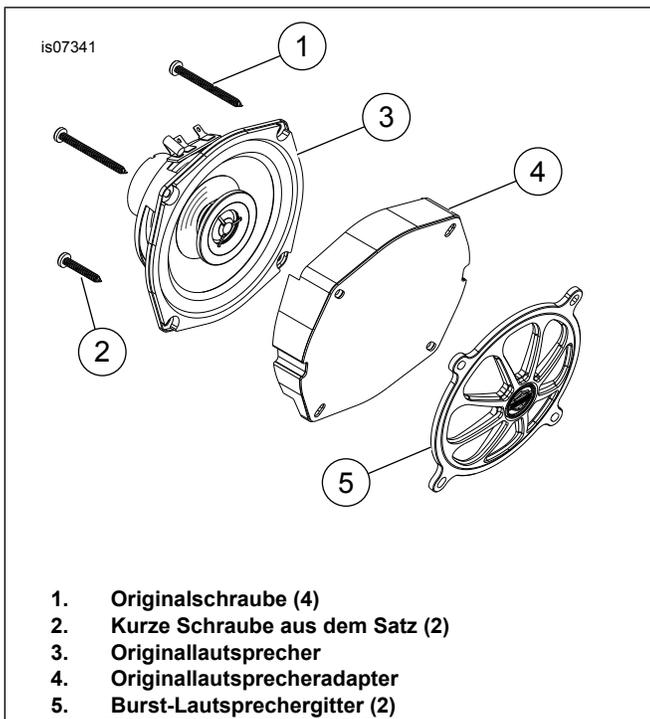

Abbildung 1. Einbau des Originallautsprechers (linke Seite dargestellt)
4. **Für Modelle mit Originallautsprechern:** Die Lautsprecherschrauben (Abbildung 1, Teil 1) für den Einbau aufheben.
1. Siehe Abbildung 1. Das Burst-Lautsprechergitter (5) auf die Adapterstirnfläche (4) setzen, wobei die dickere Kante des Adapters wie dargestellt platziert wird.
2. Den Lautsprecher (3) wie dargestellt an der hinteren Seite des Adapters ansetzen.
3. Die Befestigungslöcher in Lautsprecher, Adapter und Gitter aufeinander ausrichten. Die zwei zuvor entfernten Schrauben (1) anbringen, um alle drei Komponenten durch die zwei oberen Löcher an der Innenverkleidung zu sichern.
4. Eine Schraube (2) aus dem Satz in das äußere, untere Loch einsetzen, um die Stützstrebe der Verkleidung unter dem Schraubenkopf zu sichern. Das innere, untere Loch wird nicht verwendet.